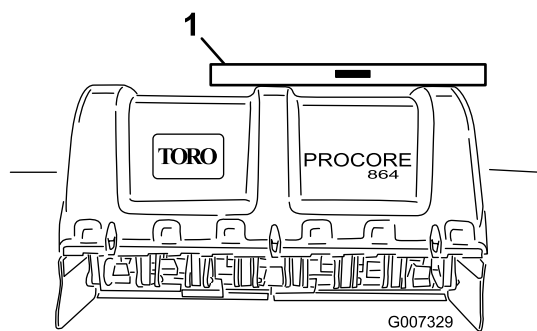

Figura 12
2. Coloque um nível na parte superior do chassis do arejador para verificar se está nivelado lateralmente (Figura 12).